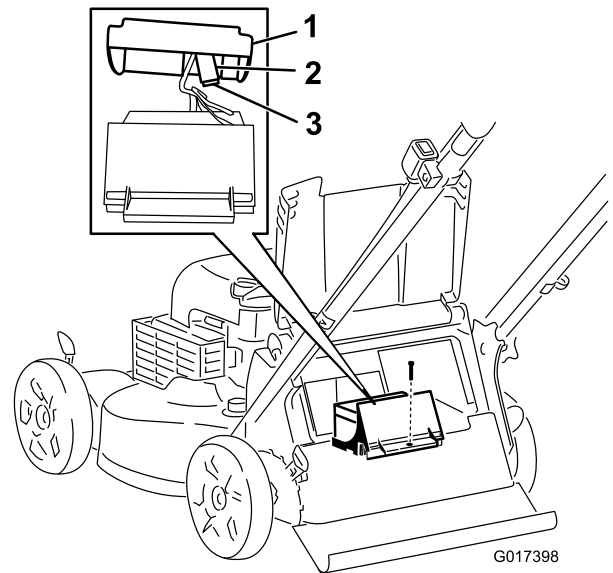

Bild 31
3. Entfernen Sie die Schraube, mit der das Batteriefach befestigt ist, ziehen Sie die Batterie heraus und finden Sie die Sicherung (**Bild 31**).
4. Wechseln Sie die Sicherung im Sicherungshalter aus (**Bild 31**).